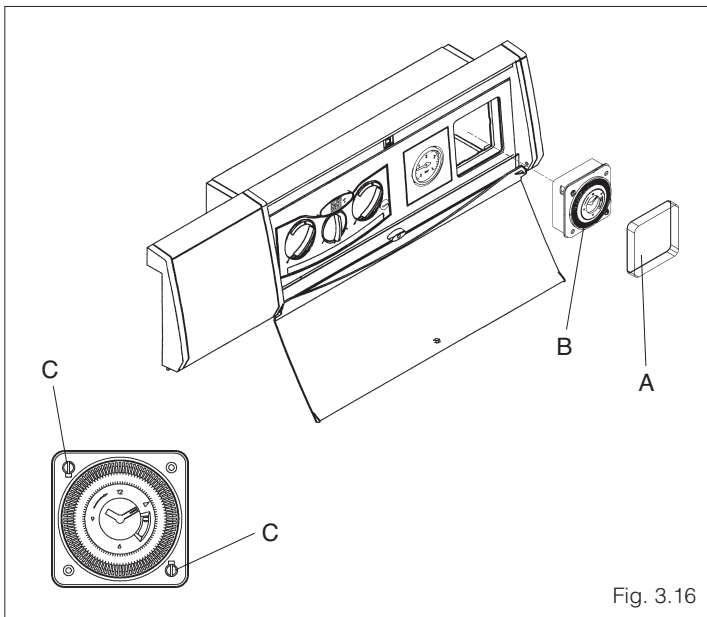

Fig. 3.16
- rimuovere il coperchietto protettivo (A) dal programmatore orario (3.16)
- allentare le due viti (C) di fissaggio del programmatore orario (fig. 3.16)